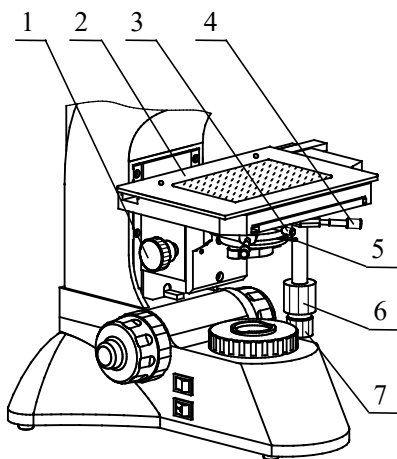

图 5
4. 机械式载物台的操作, 见图 5.
1) **聚光镜的组成**—聚光镜就在载物台下面,见图5。左右两边各有一颗螺钉,用于聚光镜的调中,旋转聚光镜升降手轮可以升高或者降低聚光镜。